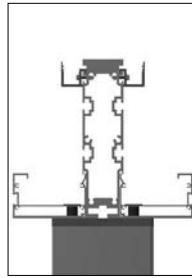
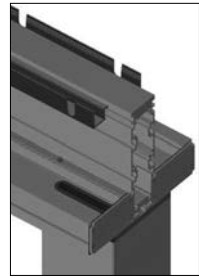

Abb. 59
Abb. 60
- » bei Mehrfeldanlagen: Die Regenrinnen am doppelten Längsprofil weisen jeweils einen Langloch-förmigen Einlaufstutzen (ca. 105x12mm) auf (siehe Abbildung 59 bis Abbildung 60)